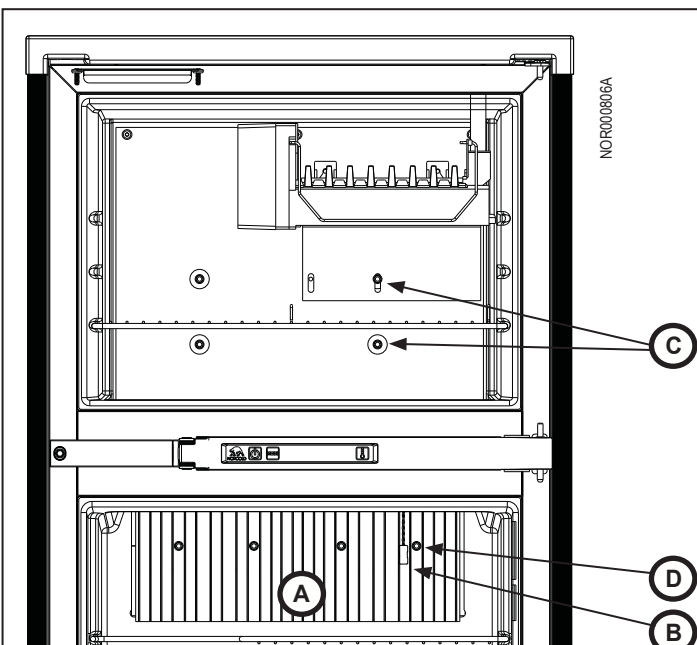

Fig. 4 - Plaque d'évaporateur et ailettes
1. Retirez la thermistance et l'attache (Fig. 4, B) des ailettes (Fig. 4, A) à l'intérieur du réfrigérateur. Notez sur quelle ailette le dispositif devra être fixé sur le nouveau système. Laissez la thermistance et l'attache pendre librement. Ne débranchez pas la thermistance.
2. De l'intérieur du congélateur, enlevez les vis et les rondelles (4x) (Fig. 4, C) de la plaque de l'évaporateur qui maintiennent l'unité de refroidissement à l'arrière du congélateur. Mettez-les de côté.
3. De l'intérieur du compartiment principal, enlevez les vis (4x) (Fig. 4, D) qui maintiennent les ailettes sur l'unité de refroidissement. Tirez les ailettes vers vous et vers le haut pour les enlever. Marquez le haut des ailettes pour les reposer correctement plus tard. Mettez les ailettes de côté.